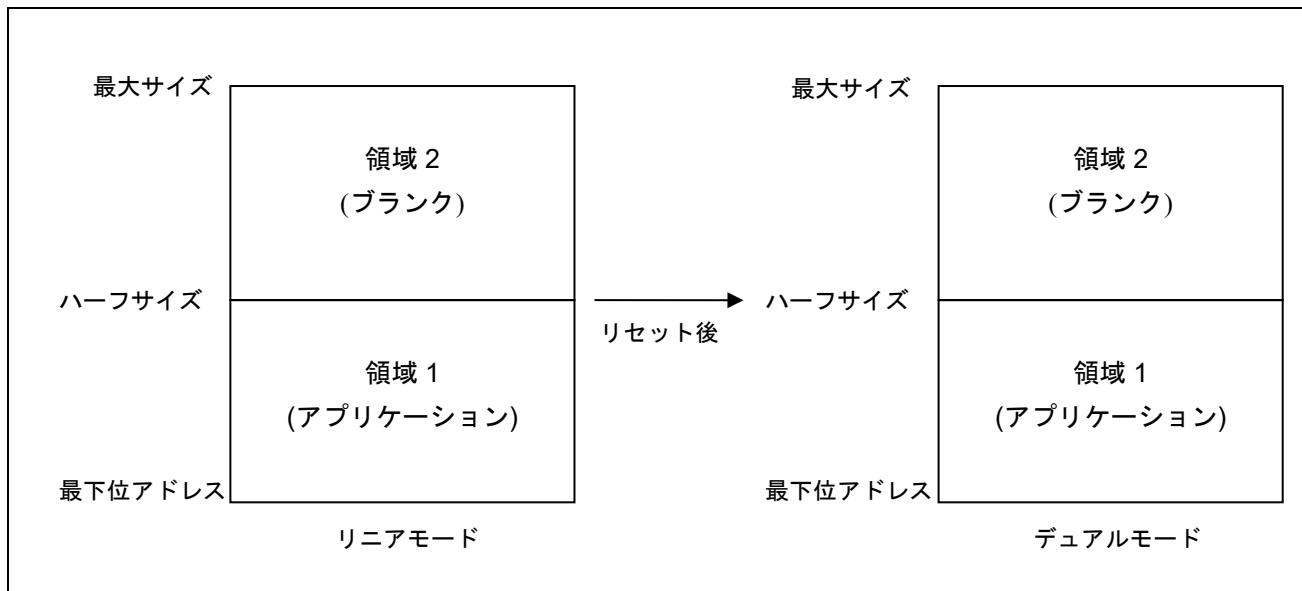

図 13.1 リニアモードでのデュアルモード用アプリケーションの書き込み
【条件】 図 13.1 の領域 2 への書き込みは行わない
2. デュアルモードに設定されたオプション設定メモリ用のプログラムファイルおよび図 13.1 の領域 1 のプログラムファイル（アプリケーション）を書き込む
【備考】 リニアモードからデュアルモードに変更する場合、図 13.1 の領域 2 はブランクであることが推奨されます。